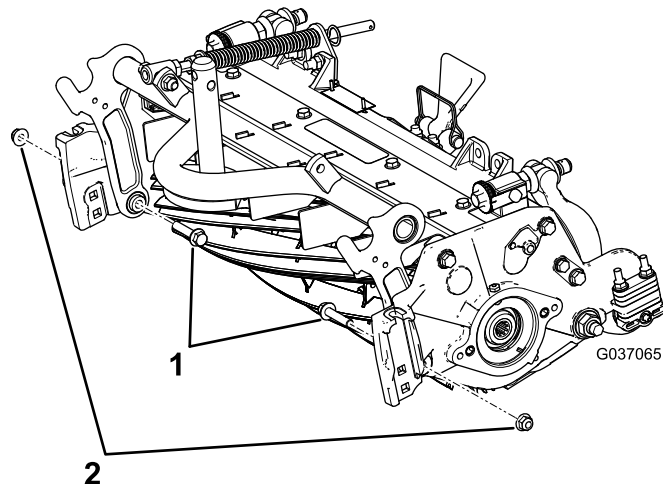

Рисунок 5
- В. Установите два имеющихся болта с фланцевыми головками с внутренней стороны режущего блока и закрепите их фланцевыми контргайками на 3/8 дюйма (Рисунок 5).